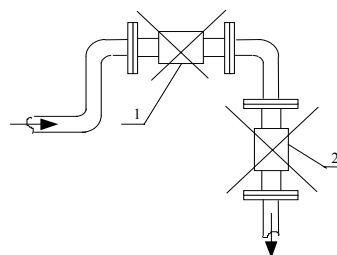

Рисунок 5
- на самом высоком месте системы (рисунок 5, поз. 1);
- на вертикальном месте трубы со свободным выходом измеряемой среды (рисунок 5, поз. 2);